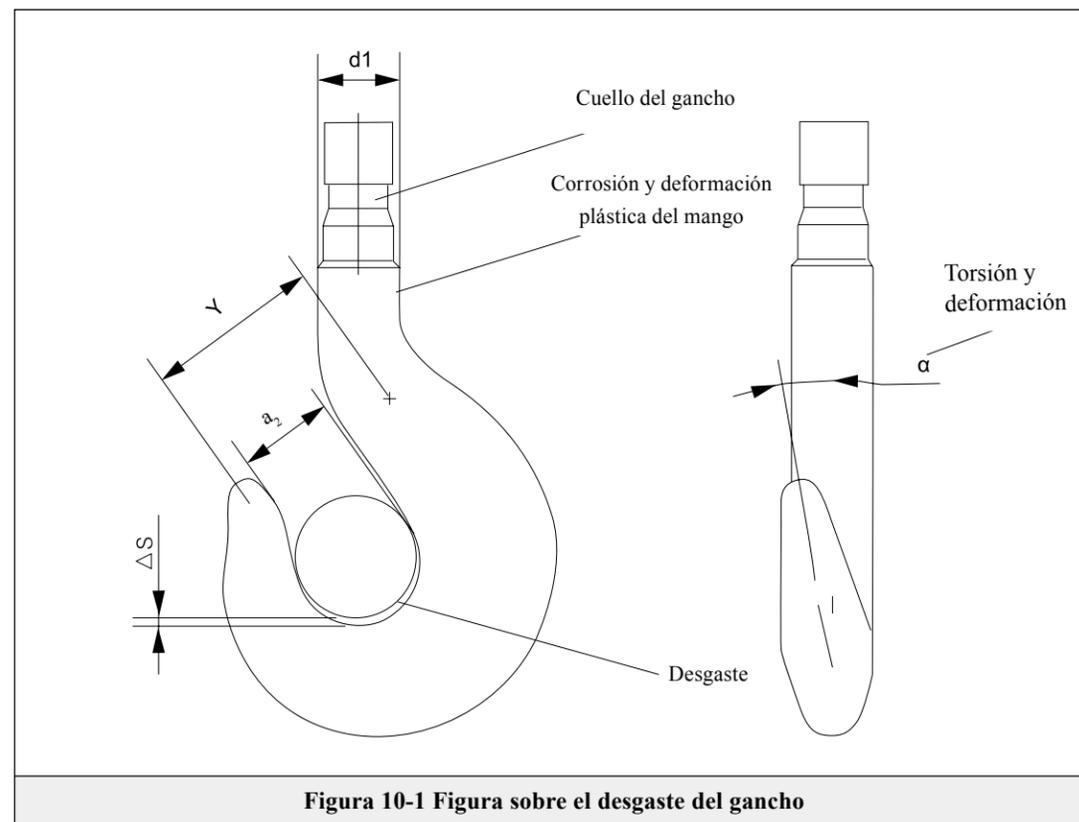

Figura 10-1 Figura sobre el desgaste del gancho
- Examina la longitud medida, es decir el valor γ (la figura 10-1), el valor supera a 10% del tamaño básico antes del uso, debe desechar.
- Examina la deformación torsionada del gancho, cuando el ángulo torsionado del gancho α (figura 10-1) supera a 10° , debe desechar.
El desgaste del gancho ΔS (figura 10-1) no debe superar a 5% del tamaño básico, si no, debe desechar.
- El tamaño corrosiva del diámetro del mango d_1 (figura 10-1) no debe superior al 5% del tamaño básico, si no, debe desechar.
- Otros ganchos deben examinar el valor γ y sobre la longitud de la medición (la figura 10-1), y el valor supera a 10% del tamaño básico antes del uso, debe desechar el gancho.